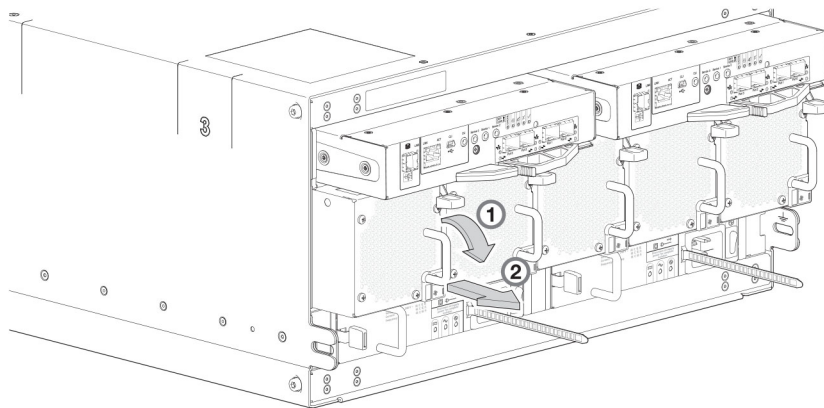

Figure 67. Retrait d'un FCM (1 sur 2)
- 2 Reportez-vous à Figure 67. Retrait d'un FCM \(1 sur 2\) lorsque vous effectuez cette étape :